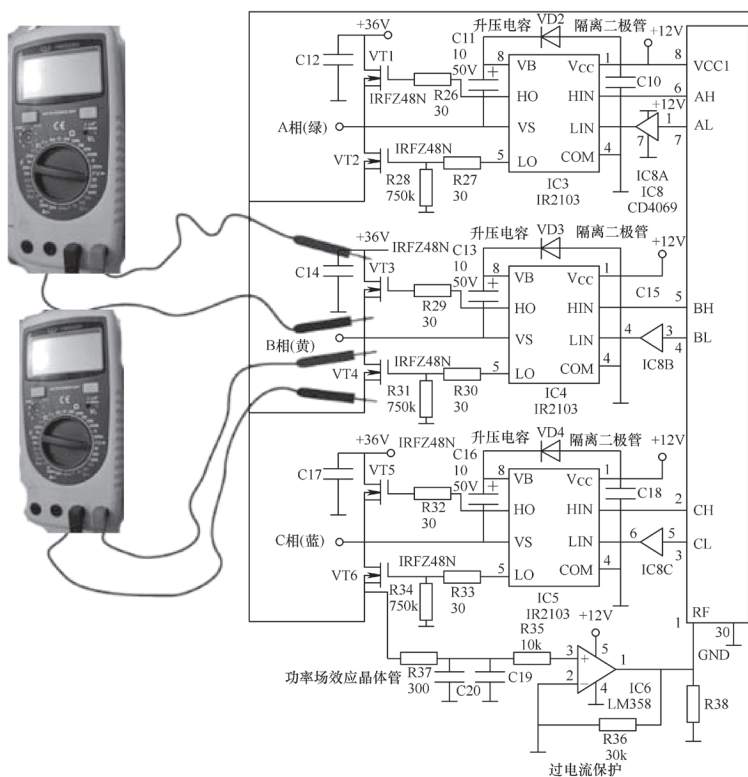

图 8-33 功率场效应晶体管 VT3、VT4 测量
① 控制器输出端的某一相高低端功率场效应晶体管过电流损坏,并造成正负极短路,烧毁熔断器。
② 电动机绕组烧毁并导致某一相的高低端功率场效应晶体管击穿而烧毁熔断器。
1) 首先测量电动机绕组阻值正常,说明电动机没有损坏。接着分别测量控制器的6只功率场效应晶体管VT1~VT6,发现B相的VT3、VT4击穿,如图8-33所示。